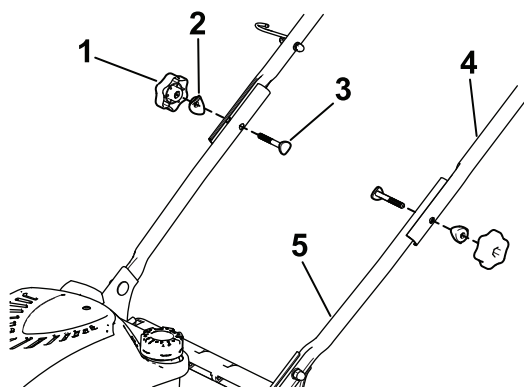

Figure 4
2. Fixez la partie supérieure du guidon à la partie inférieure à l'aide de 2 boutons, 2 rondelles bombées et 2 boulons. Serrez solidement les boutons du guidon (Figure 4) à la main.